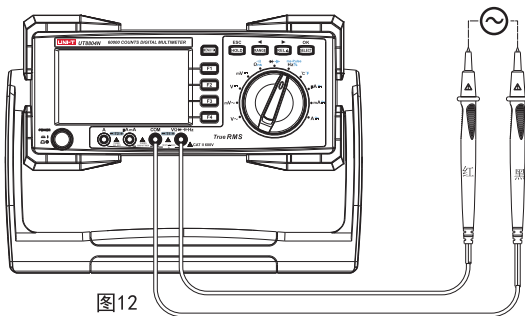

图12
- (1) 将红表笔插入“V”插孔, 黑表笔插入“COM”。
- (2) 将仪表的旋转开关转到“ms-Pulse”测量档, 按SELECT键选择频率测量档Hz或占空比%或脉冲宽度ms-Pulse, 如图12, 将表笔并联到待测信号源上。